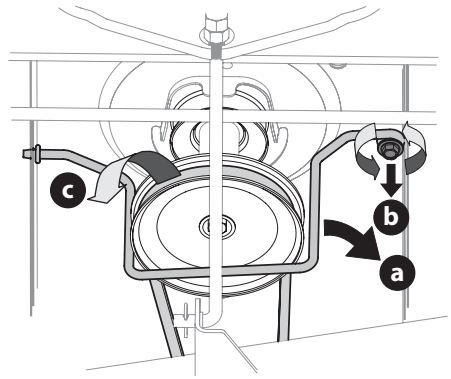

Figure 26
3. Enlevez la tige de retenue de la courroie (a) autour de la poulie du moteur en retirant le boulon autotaraudeur (b) qui la fixe (Figure 26).
4. Retirez la courroie (c) autour de la poulie du moteur et de la poulie de tension (Figure 26).